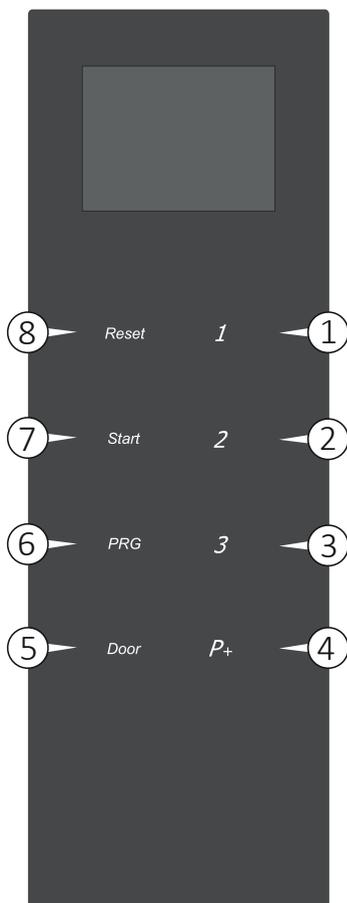

Fig. 16
- Démarrer la machine avec l'interrupteur ON-OFF et ouvrir la porte avec touche DOOR (Fig. 16) pour l'introduction des paniers.
- Fermer la porte et la pousser jusqu'à ce que le blocage soit actionné. La porte peut être débloquée et ouverte à tout moment avant le démarrage du programme, en appuyant sur la touche DOOR (Fig. 16).
Pour sélectionner les programmes à disposition, utiliser les touches P1, P2, P3 ou P+ du tableau de commande (Fig. 16).
Pour démarrer un programme, appuyer sur la touche START (Fig. 16).
Le message à l'écran «Terminé avec succès» indique que le programme s'est déroulé correctement. Débloquer la porte en appuyant sur la touche DOOR (Fig. 16) et l'ouvrir.
- 2) Avec la machine démarrée et la porte fermée, la page-écran s'affiche pour sélectionner les programmes. Appuyer sur la touche choisie (P1, P2 ou P3 Fig. 16) sur le tableau de commande. Pour accéder aux programmes successifs (si mémorisés), il faut appuyer sur la touche «P+» plusieurs fois.
4) Facultatif: saisir le mot de passe operateur, utiliser les touches P1, P2, P3, RESET, START et PRG du panneau de commande pour saisir le mot de passe correct (voir Fig. 16 pour la description des touches).